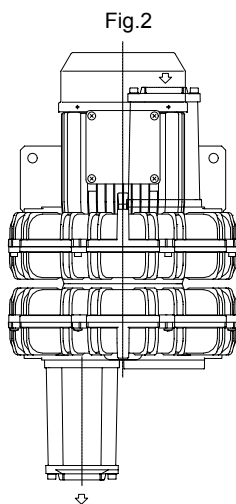

Fig.2
1. Repérer le positionnement recherché fig. 2, 3 ou 4.
Fig.2 avec adaptateur 90°